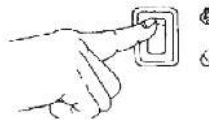

Рис. 8
4. Переведите выключатель зажигания в положение «ON» (Рис. 8)